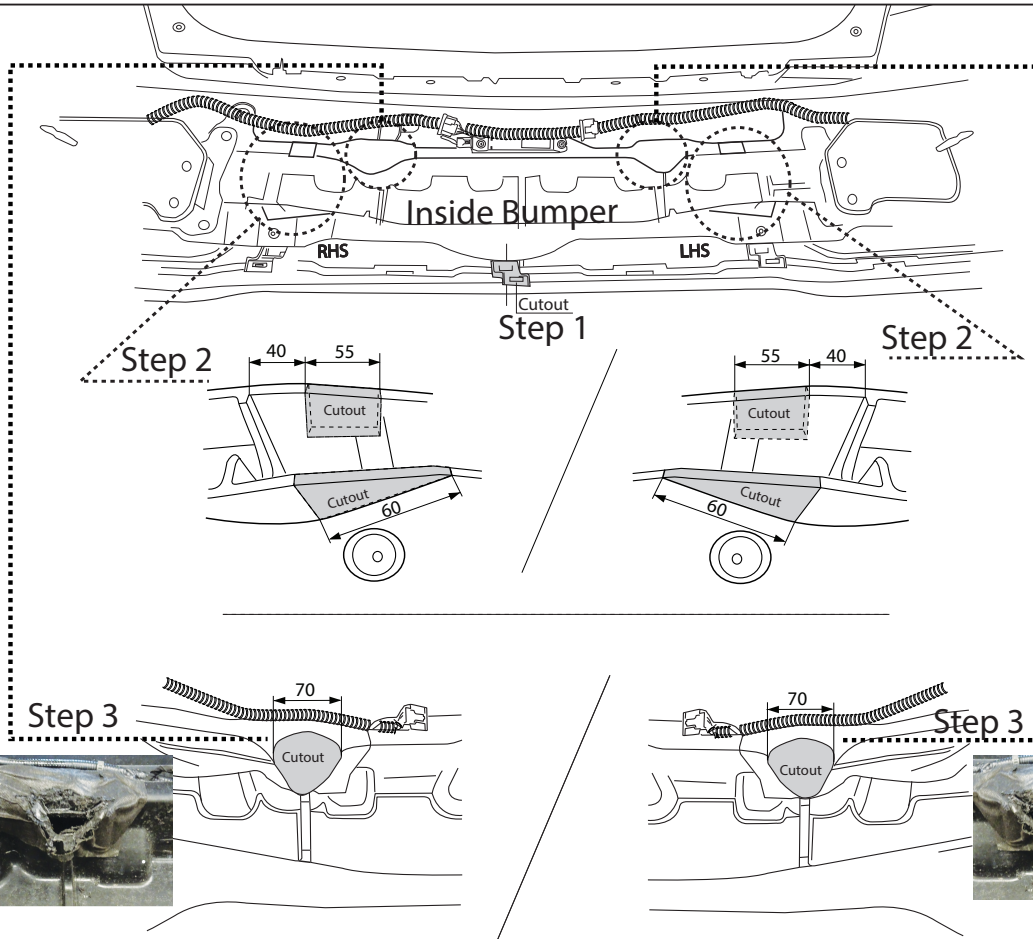

Fig. 2
9. Выпилить обозначенные части, как указано на рис. 2.